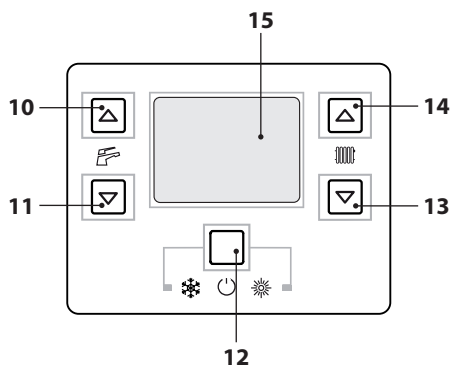
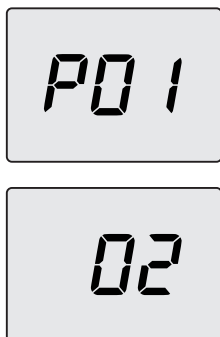

Figura 9.15
Figura 9.16
- Entrare in "modalità programmazione" premendo contemporaneamente per 10 secondi i tasti 12-13-14 (Figura 9.15) fino a far apparire sul display LCD le lettere **P01** che si alternano con il valore del parametro, indicando l'entrata nel "parametro 01" (Figura 9.16).
- Premendo contemporaneamente per 10 secondi i tasti 12-13-14 (Figura 9.15) si esce dalla "modalità programmazione".
- Premendo il tasto 12 (Figura 9.15) si ottiene la conferma del valore inserito.